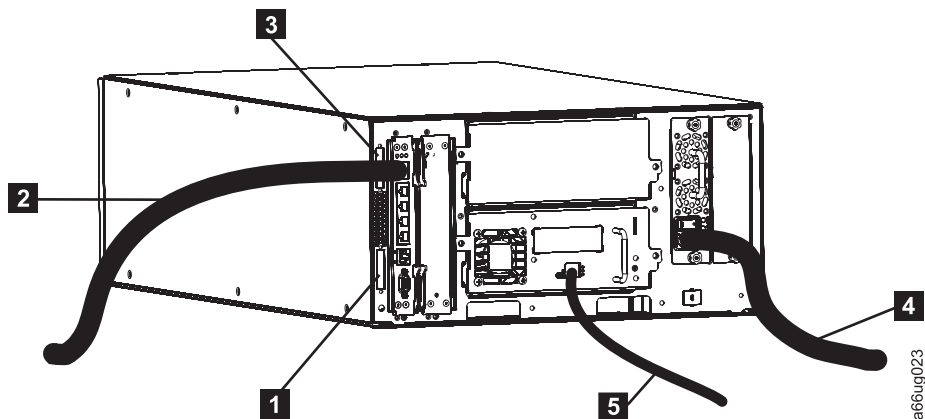

Figura 3-1. Cabeamento em uma biblioteca 5U
- Dois terminadores de comunicação do módulo (**1** e **3** na Figura 3-1)
- Cabo de alimentação em cada fonte de alimentação (**4** na Figura 3-1) e, em seguida, em sua origem de alimentação